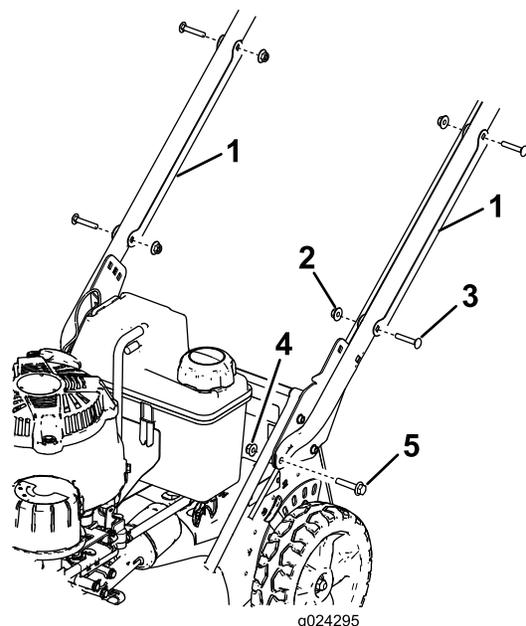

Figure 3
1. Déposez les protège-câbles du guidon (Figure 3) en retirant les 2 boulons de carrosserie et les 2 contre-écrous qui les fixent au guidon.
hexagonale (5/16 x 1½ po) et de 2 écrous à embase (5/16 po), comme montré à la Figure 3.
6. Positionnez chaque protège-câble sur le guidon en recouvrant le(s) câble(s), et fixez-le solidement au guidon au moyen des 2 boulons de carrosserie et des 2 contre-écrous retirés précédemment (Figure 3).